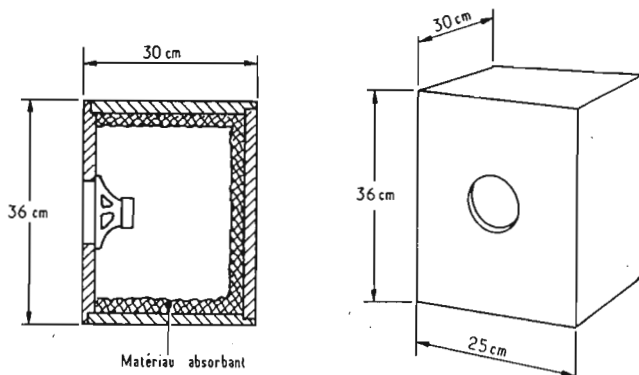

FIG. 6.
d) L'insonorisation intérieure est généralement nécessaire ; il suffit souvent d'une couche de laine de verre de 5 à 10 cm d'épaisseur sur le fond, et s'il y a d'autres côtés parallèles, on placera sur l'un, tout au moins, une couche mince de 3 à 5 cm (Fig. 6).
Le diamètre de l'ouverture circulaire dans le panneau frontal varie, bien entendu, suivant le diamètre du diffuseur, avec une marge de quelques centimètres, par exemple de 24 cm, pour un haut-parleur de 30 cm ou de 29 cm, pour un haut-parleur de 36 cm ; mais il est bon de ne pas utiliser des bords perpendiculaires pour l'ouverture, et de les chanfreiner à 40° ou 45° vers l'extérieur (Fig. 6).